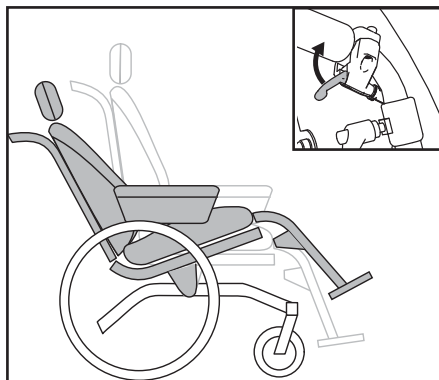

Figura 11
- Inclinare la sedia con la leva di regolazione sulla destra (9B) (vedere figura 11)